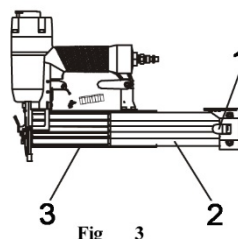

Fig 3
1. Druk de vergrendeling in om het beweegbare magazijn vrij te maken en trek het magazijn volledig naar buiten, zie afb. 3.
2. Plaats een set bevestigingselementen van het juiste type en formaat in het vaste magazijn (39). Het magazijn biedt plaats aan maximaal 100 bevestigingselementen.